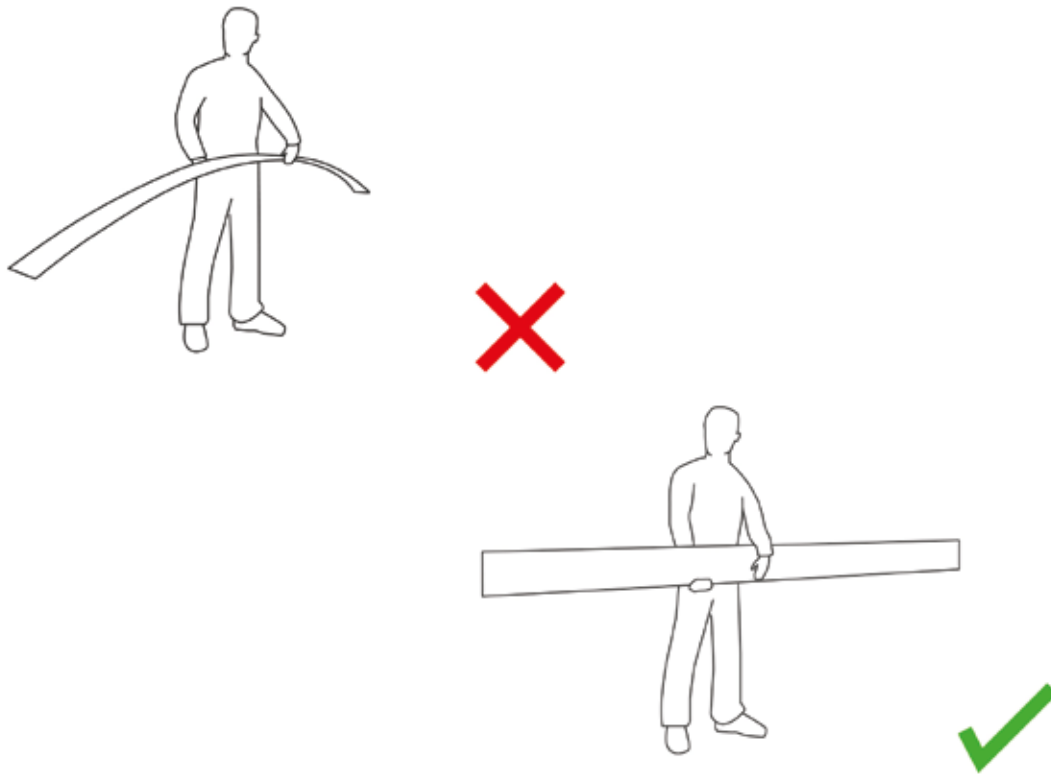

fig.8 - Ved flytning af planker skal du bruge handsker og holde på midten, på kanten
- Ved flytning af planker anbefales det at bære handsker. Drej plankerne på deres side/ hold på kanten (se fig. 8)